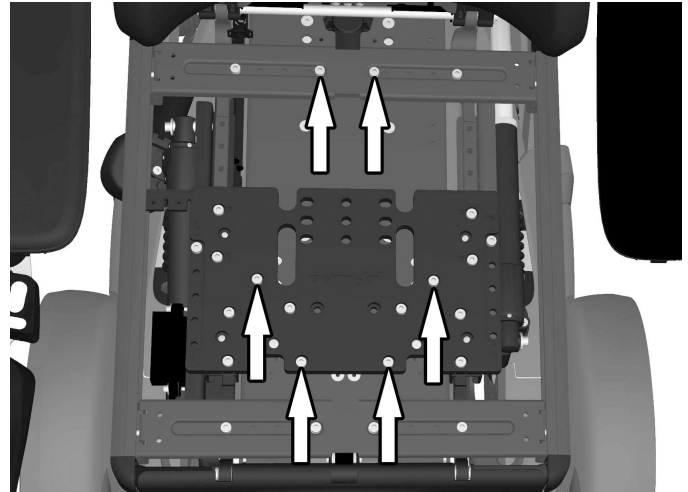
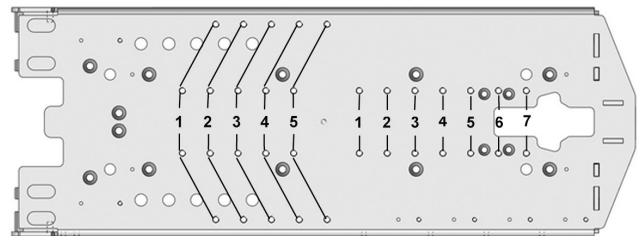

Abbildung 146. Der Sitz ist mit sechs Schrauben montiert.
Abbildung 147. Die verschiedenen Einbaulagen.
2. Die sechs Schrauben entfernen, die den Sitz halten. Siehe Abbildung. 146. Je nach Sitztiefe kann der Sitz in verschiedenen Lochbildern montiert werden. Siehe Abbildung. 147.